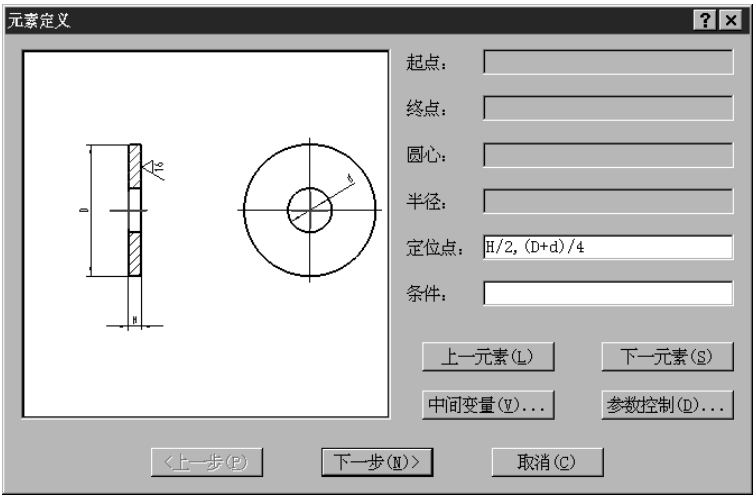

图 8-9 剖面线的定位点
(4) 定义剖面线和填充的定位点时,应选取一个在尺寸取各种不同的值时都能保证总在封闭边界内的点,提取时才能保证在各种尺寸规格时都能生成正确的剖面线和填充,这一点非常重要。如图 8-9 所示,图中定义为主视图上半部剖面线的定位点,这样取值可保证定位点总在封闭边界内。